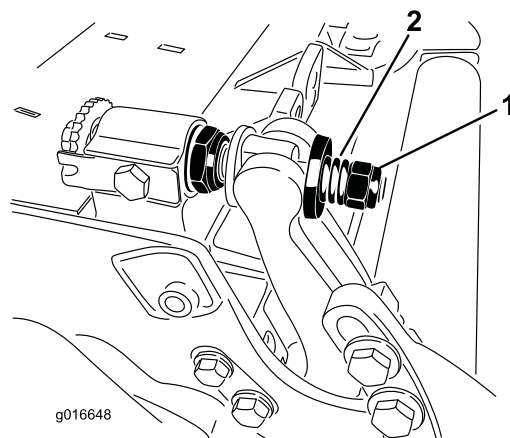

図 33
- スプリングがつぶれるまでテンションナットを締め、そこから半回転戻す図 33。